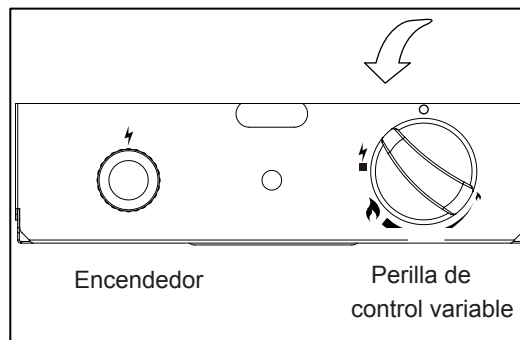

Figura 1
3. Empuje la perilla de control y gire hacia la izquierda para la posición "PILOTO" (⚡) (Figura 1).